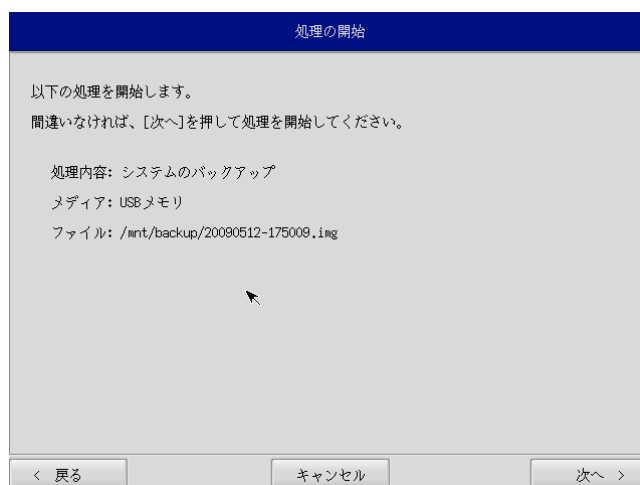

図 6-3-4. 確認画面
- ⑥ 確認画面（図 6-3-4）が表示されます。メディア、保存ファイルを確認します。[次へ]ボタンを押します。